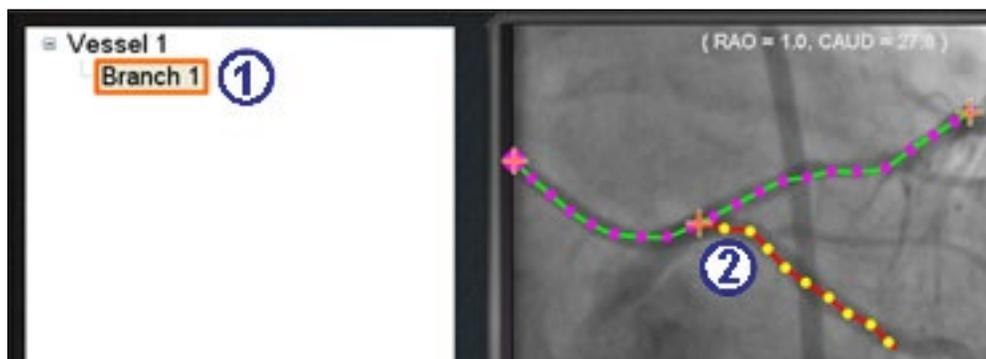
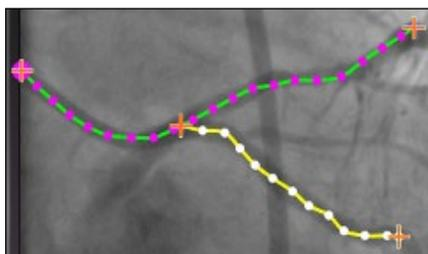

Figure 131. Le nom d'une branche s'affiche dès qu'un point d'embranchement est sélectionné
Figure 132. Branche terminée s'affichant en mode sélectionné
Étape 3 (et Figure 131 Figure 132)
- ① Un nom de branche par défaut {Branch #} (Branche n°) s'affiche dans la fenêtre du répertoire dès qu'on clique sur un point de départ (Figure 131). (L'utilisateur peut renommer les branches et les troncs de la même manière). Notez que la branche en cours de traçage est en mode traçage (rouge et jaune).
- ② Si un point de départ est choisi sur la courbe et qu'il doit être annulé, cliquez avec le bouton droit pour faire disparaître le point. Ceci ne s'applique que lorsqu'une branche ou un tronc est commencé(e). En cas de début sur un point existant, cliquez ailleurs avec le bouton droit de la souris pour désélectionner le point. Lorsque vous terminez le tracé en double-cliquant sur le point distal, la branche s'affiche en mode sélectionné (jaune et blanc) (Figure 132).